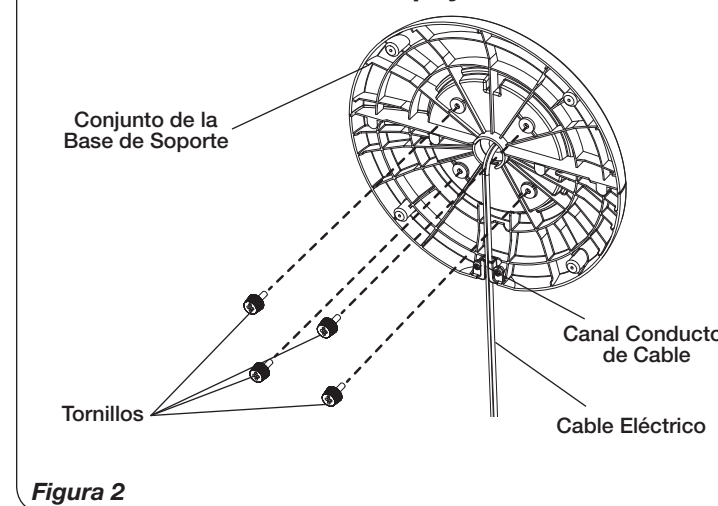

Figura 2
3. Alinee las **Lengüetas de Alineación de la Montura de la Base de Apoyo** con las ranuras de alineación en la parte inferior del ventilador, teniendo cuidado de que el canal del cable en la parte inferior de la base de apoyo debe estar apuntando hacia la parte posterior del ventilador. (Figura 2)
4. Asegure la **Montura de la Base de Apoyo** a la parte inferior del ventilador con (4) **Tornillos de Largo**. Suavemente elimine cualquier sobrante del **Cable Eléctrico** y colóquelo en el **Orificio de Colocación del Cable**. (Figura 2)